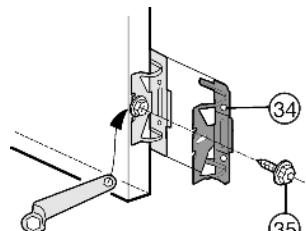

Fig. 11
- Прикрутите все крепежные уголки Fig. 11 (34) винтами с шестигранной головкой Fig. 11 (35) на дверце устройства, используя предварительно просверленные отверстия.